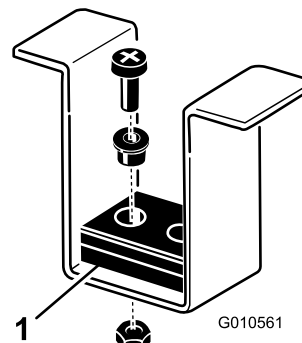

Figure 10
8. Les goupilles de réglage de hauteur de coupe avant doivent reposer correctement sur les amortisseurs du châssis (Figure 10). Si ce n'est pas le cas, placez une ou plusieurs cales sous l'amortisseur afin de l'élever et de l'aligner correctement.